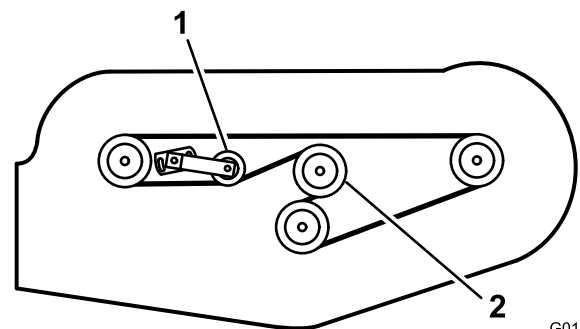

Figure 31
6. Acheminez la nouvelle courroie autour de la poulie du réducteur, des poulies d'axe, de la poulie de tension fixe et de la poulie de tension réglable (Figure 31).